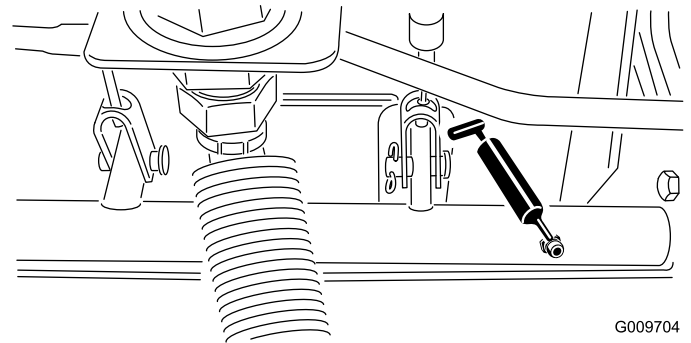

Figura 47
- Rolamentos articulados do eixo do travão (5) (Figura 47)